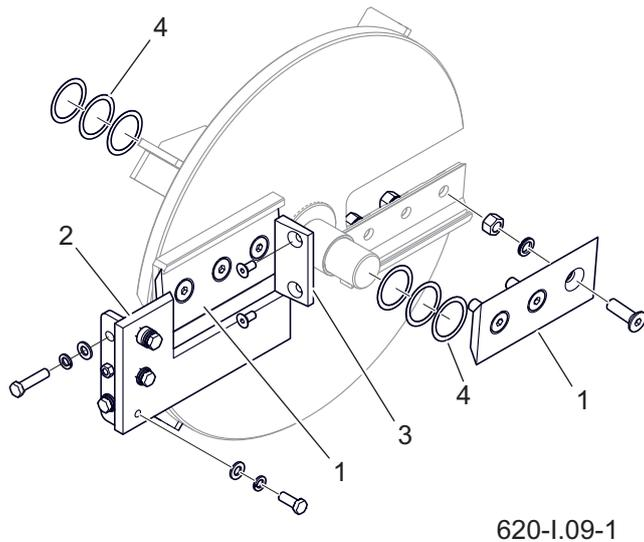

Figure 5.9 Lames de coupe
Le retrait de la lame inférieure fixe facilite le nettoyage de la chambre de travail - (figure 5.9).
Après avoir remplacé ou affûté les lames, régler l'écart entre les lames du disque de coupe (1) et de la lame fixe (2) - figure 5.9. Les détails sont décrits plus loin.